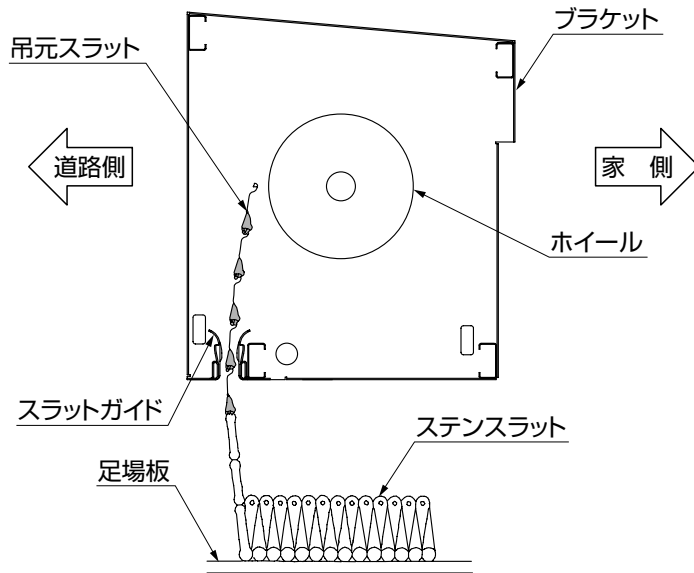

図4-2
- ブラケットのスラットガイド中央にステンスラットの吊元が通るようにして引き上げてください。ガイドの外側を通るとシャッターが動かなくなります。(図4-2参照)